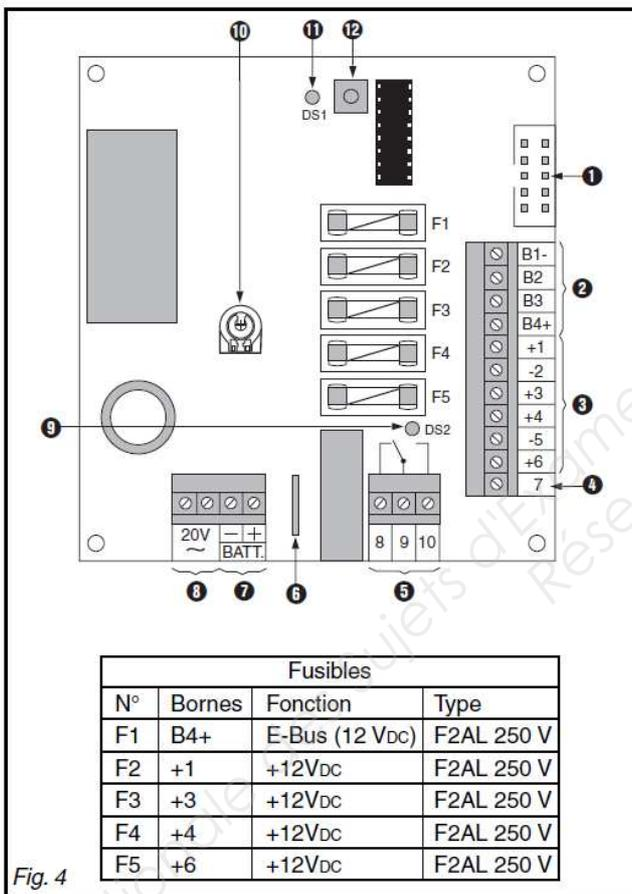

Fig. 4
3.2.2 Carte d'alimentation SMP 14 (fig. 4)
- ❶ Liaison avec la carte SM 220.
- ❷ Liaison E-Bus avec la centrale (B1-, B2, B3, B4+) ; B4+ est protégée par F1.
- ❸ 4 sorties d'alimentation +12 Vdc (+1, +3, +4, +6), protégées par des fusibles (F2 à F5).
- ❹ Sortie présence secteur et alimentation 14,5 Vdc.
- ❺ 1 relais programmable à partir de la centrale (unipolaire 30 V/5 A).
- ❻ Thermofusible (3 A) de protection de la batterie (F6).
- ❼ Raccordement de la batterie précâblé, protégée par F6.
- ❽ Raccordement transformateur (20 V/50 Hz).
- ❾ LED présence secteur.
- ❿ Potentiomètre, réglé en usine, à ne pas modifier.